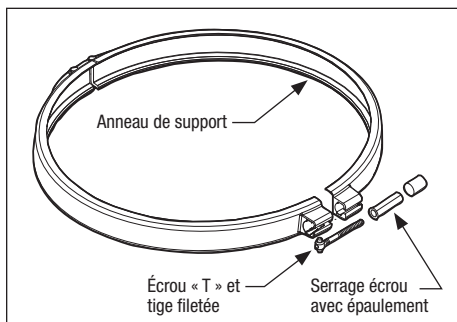

Figure 6. Anneau de support
- S'assurer que le siège du joint torique est propre et que le joint torique est en position dans la moitié inférieure du réservoir. Appuyer le couvercle du filtre sur la moitié inférieure, en prenant en sandwich le joint torique entre les deux (2) moitiés.
- Placer l'écrou en « T » et la tige filetée dans le collier. S'assurer que l'écrou en « T » est placé dans le serre-joint dans le bon sens. Voir la Figure 6.